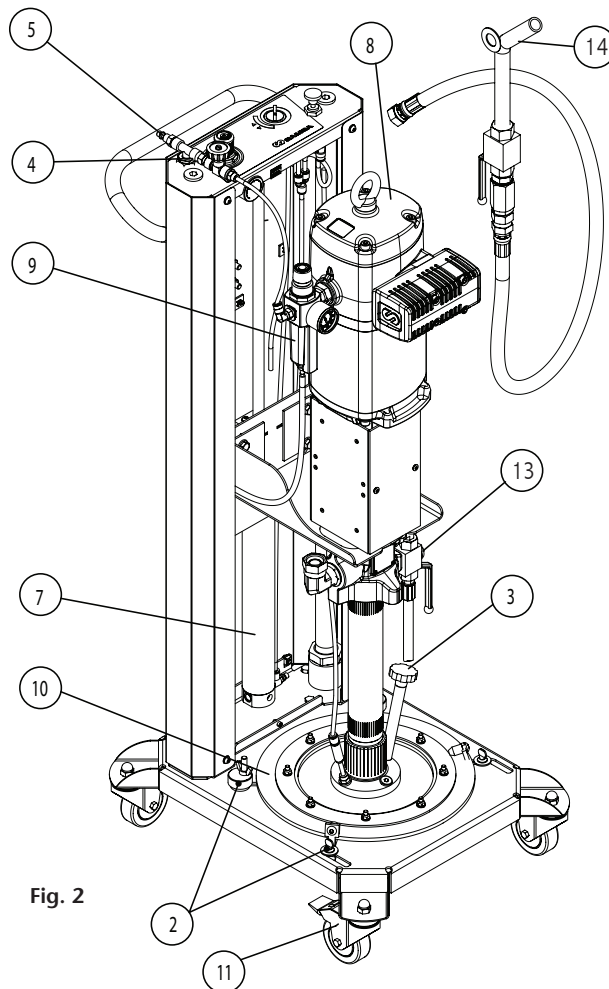
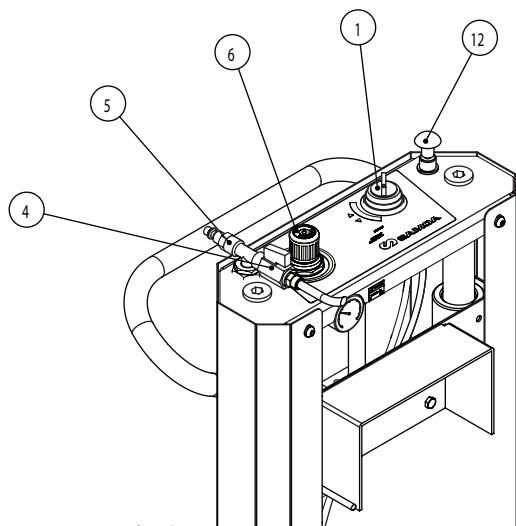
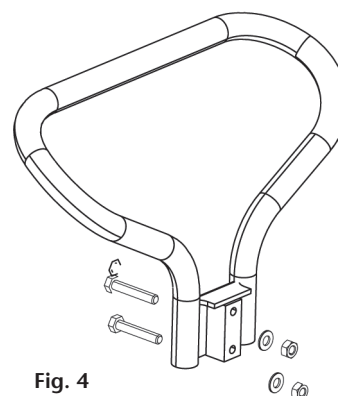

Fig. 2
Fig. 3
Fig. 4
Après avoir vérifié que l'emballage contient tous les éléments (Fig. 2) et que le guidon est assemblé (Fig. 4), raccorder l'arrivée d'air à une conduite d'air comprimé de 10 bar maximum à l'aide de l'arrivée d'air (5). A l'aide de la commande de pression de l'inducteur (6), régler la pression du palonnier à 5-6 bar (Fig. 3).